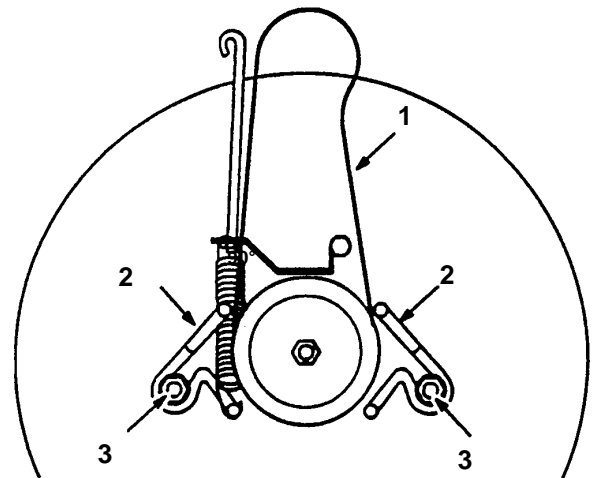

Fig. 47
3. Allentate il bullone ed il dado di fissaggio della puleggia folle e del guidacinghia senza toglierli (Fig. 47).
1. Montate la nuova cinghia attorno alla puleggia ed in entrambi i guidacinghia (Fig. 47).
2. Regolate i guidacinghia in modo che si trovino a 3 mm dalla puleggia, e serrate i bulloni di montaggio (Fig. 47).